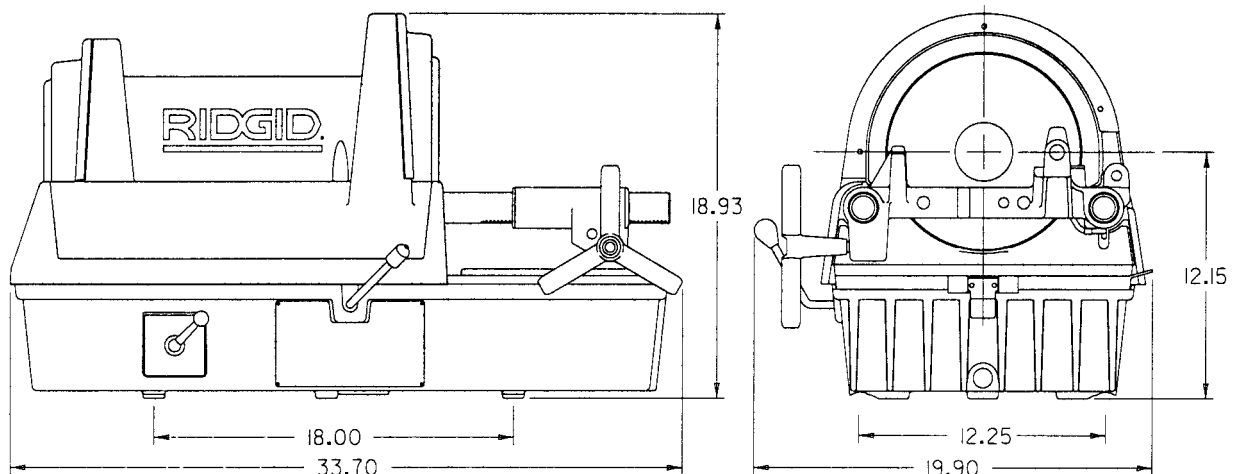

Figure 2 – Machine Dimensions
1. A défaut de support, il convient de monter la machine sur un établi stable. Pour monter la machine sur établi, utilisez les quatre (4) boulons Ø 5/16" fournis dans les trous aux quatre coins de l'embase. Les dimensions de l'embase sont indiquées à la Figure 2.